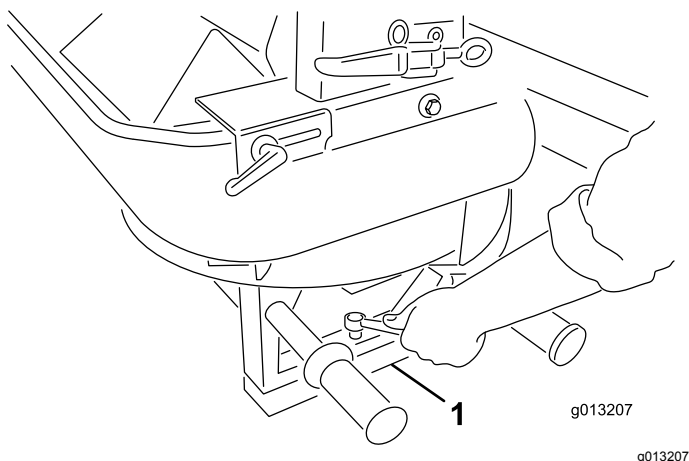

Figure 6
5. Retirez les 4 vis des pieds du Twin Spinner. Avec l'aide d'une autre personne, soulevez le Twin Spinner et retirez les goujons et la mousse d'expédition (Figure 6)